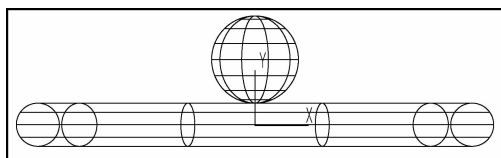

图 11-44 创建球体并转换为前视图
(3)创建球体。以坐标(0,0,30)为球心,绘制半径为 20 的球体并转换为前视图,如图 11-44 所示。